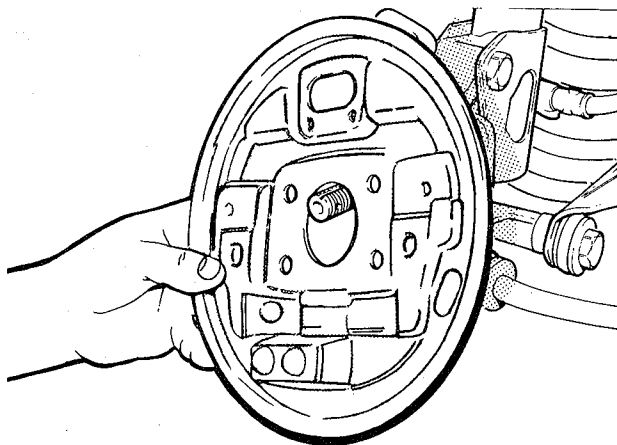

fig. 34
1. Posicionar o prato do freio no local de montagem (fig. 34); instalar os parafusos de fixação, apertando-os ao torque especificado